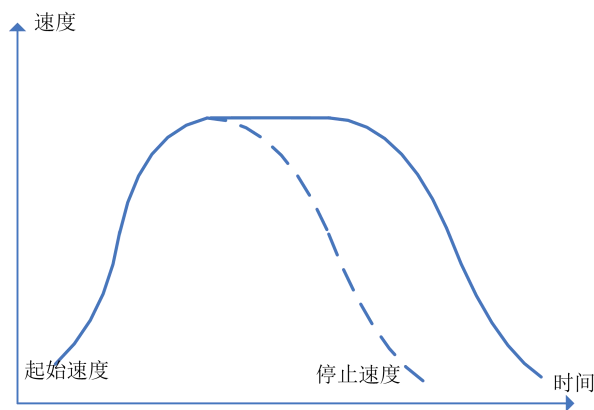

图 2-10 S 形速度曲线
b. 使用 S 形曲线的目的是产生平滑运动，但是如果因为距离太短或加速太慢原因导致电机速度在加速段不能升至设定的最大值 Max_Vel 时，理论上加速段将突然切换至减速段，从而导致在速度曲线中部出现尖三角，并因此引起该轴出现较大震动和相关问题。为了避免出现这种问题，MCX00A 系列内置有自动调整功能，使得加减速段的过渡保持平滑，如图 2-10 所示。